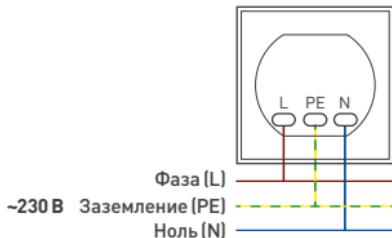

Рис. 1.
- 3.5. Подключите провода сетевого питания АС 230 В к контактам розетки в соответствии со схемой [рис. 1]: L (фаза) — коричневый, N (нейтраль) — синий, PE (заземление) — желто-зеленый.